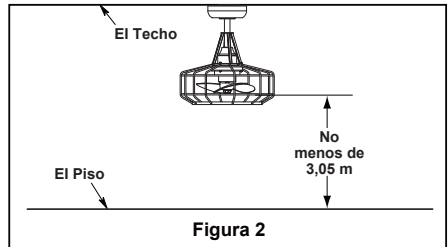

Figura 2
Uso de perfil profundo (Figura 2)
2. Retire el clip de horquilla y pasador de horquilla de la parte inferior de la bola para colgar. Retener el pasador y clip para la reinstalación en el paso 4. (Figura 2)
Debe colgar el ventilador a una distancia mínima de 3,05 m desde la ventilador de techo hasta el piso. (Figura 2)
Para evitar una posible descarga eléctrica, asegúrese de cortar la alimentación eléctrica de la caja de fusibles principal antes de alambra el ventilador. (Figura 2)
- ☐ 2. Coloque y ajuste firmemente la cubierta para el tornillo de la base sobre los tornillos de reborde de la abrazadera para colgar mediante el mecanismo de seguro por giro del chavetero. (Figura 2)
- ☐ 2. Restaure la fuente de alimentación de la toma de corriente enciendo la electricidad del fusible principal. (Figura 2)